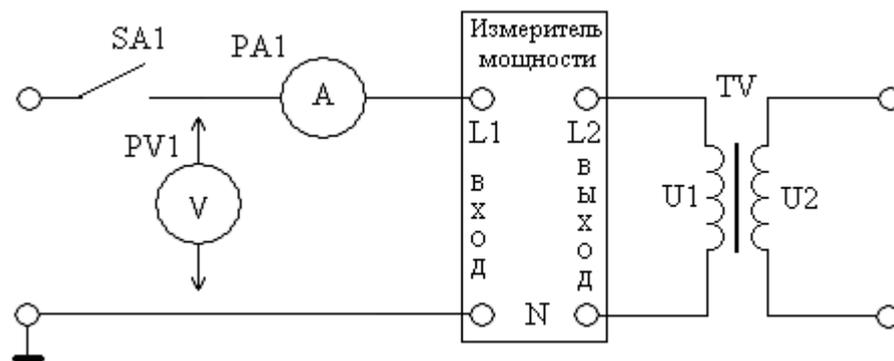

Рисунок 1 – Схема для проведения опыта холостого хода.
2.2. Провести опыт холостого хода. Собрать электрическую цепь (Рис.1) и предоставить её для проверки преподавателю. В качестве амперметра использовать цифровой прибор, в качестве вольтметра использовать стрелочный прибор переменного тока. В качестве первичного напряжения использовать напряжение трёхфазного источника. Включить электропитание стенда (автоматический выключатель QF1 на кожухе и выключатель SA1)